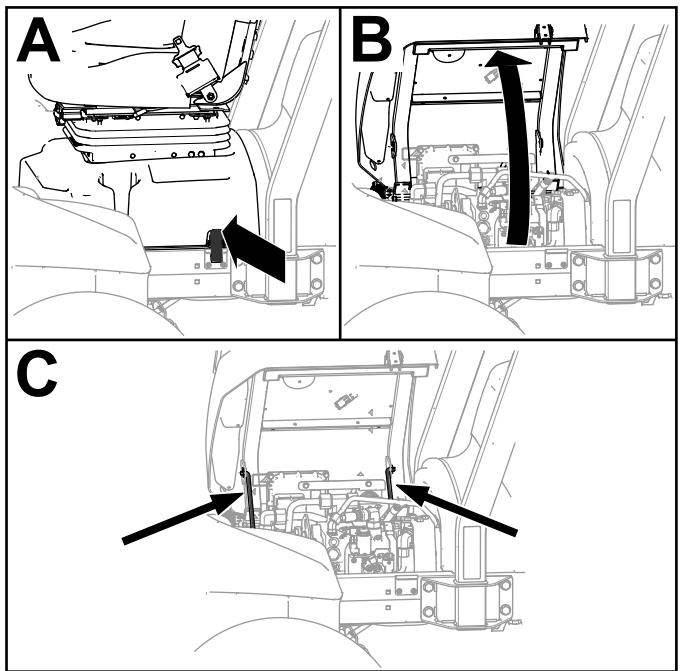

Рисунок 69
- Разблокируйте основание сиденья (вид А на Рисунок 69).
- Наклоните сиденье и основание в открытое положение (вид В на Рисунок 69).
- Зафиксируйте его опорными стойками (вид С на Рисунок 69).